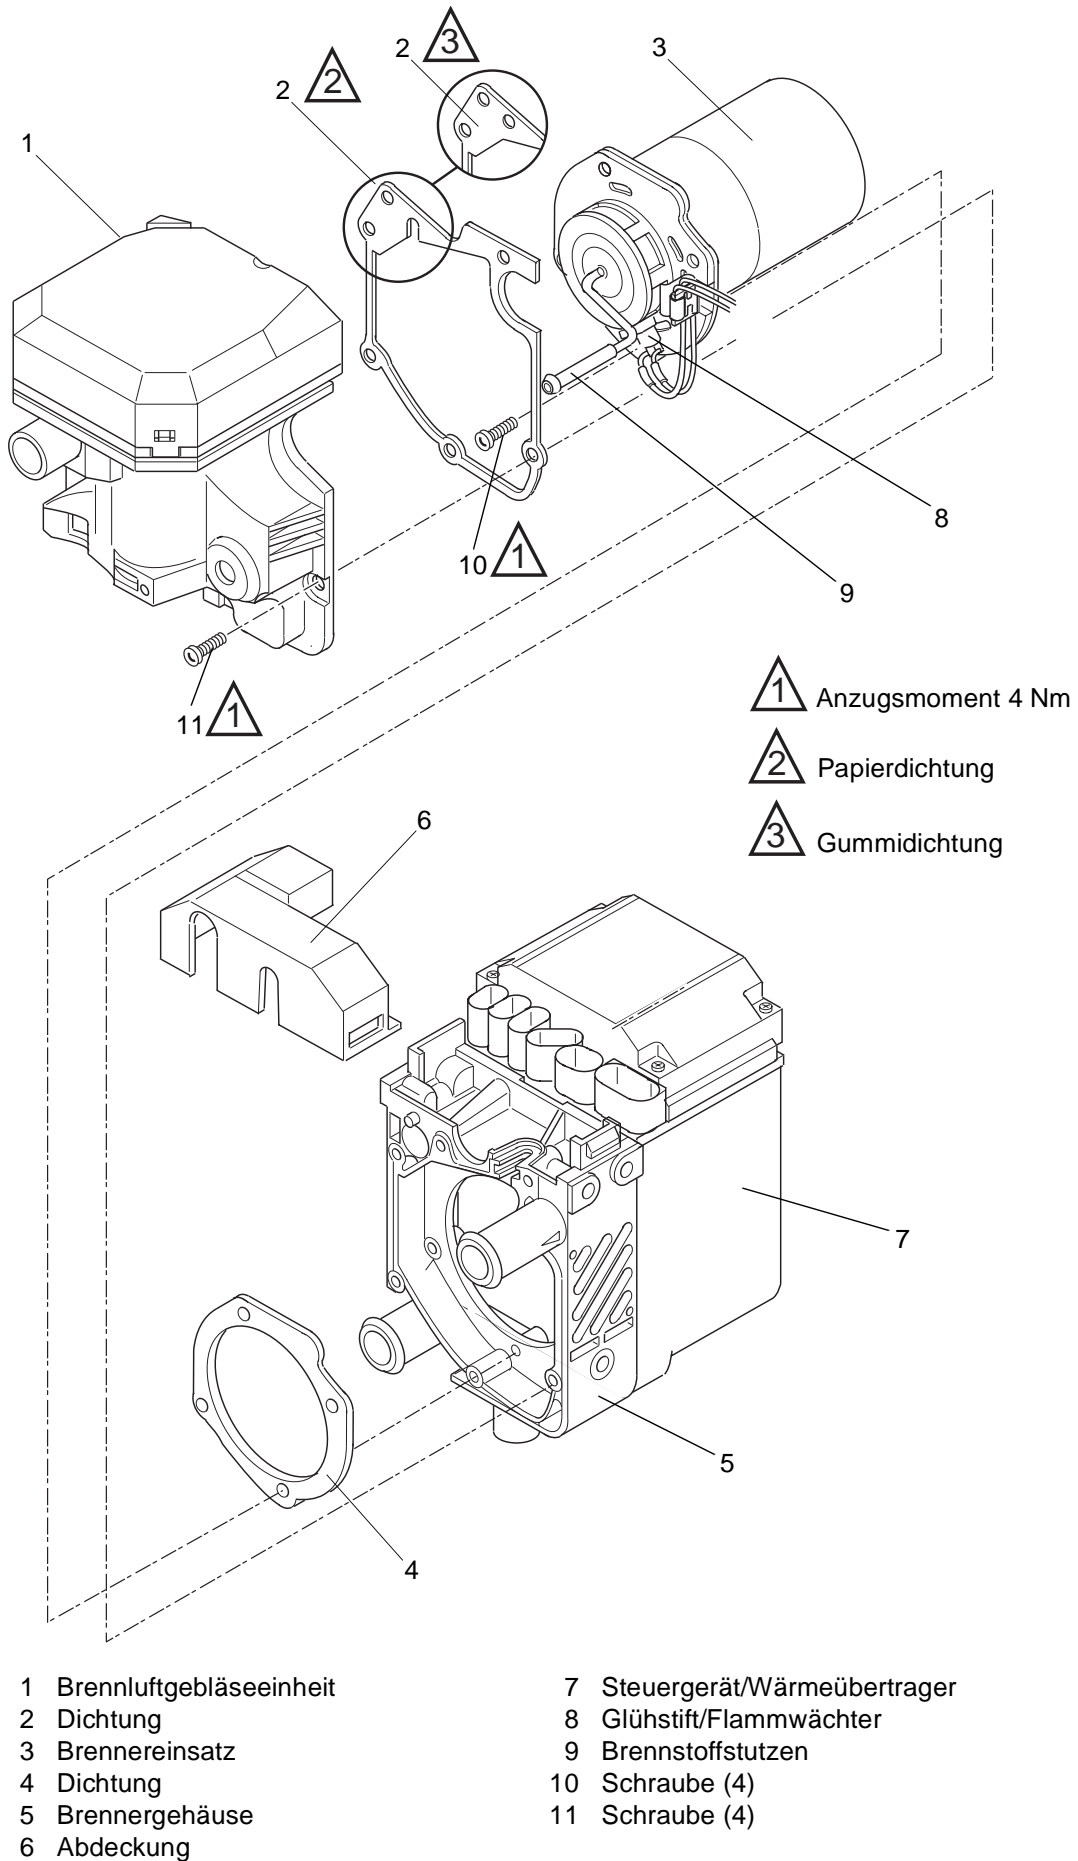

Abb. 902 Zerlegung des Heizgerätes
1. Abdeckung (6, Abb. 902) vorsichtig abhebeln.
3. Schrauben (11) entfernen.
4. Brennluftgebläseeinheit (1) vom Brennergehäuse (5) bzw. Brennstoffstutzen (9) abziehen.
5. Dichtung (2) entfernen und aussondern.
Zur Abdichtung zwischen Brennluftgebläseeinheit und Brennergehäuse sind zwei Dichtungen (2, Abb. 902) verfügbar bzw. im Ersatzteil-Kit enthalten. Eine Papierdichtung und eine Gummidichtung mit Wülsten auf einer Seite, die folgendermaßen zu verwenden sind:
2. Tülle der Kabelführung des Glühstifts/Flammwächters (8, Abb. 902) aus dem Brennergehäuse (5) herausdrücken.
3. Schrauben (10) entfernen.
4. Brenneinsatz (3) mit Glühstift/Flammwächter (8) aus dem Brennergehäuse (5) herausziehen.
5. Dichtung (4) entfernen und aussondern.
4. Brenneinsatz (3) mit Glühstift/Flammwächter (8) aus dem Brennergehäuse (5) herausziehen und entfernen.
1. Neue Dichtung (4, Abb. 902) am Brennergehäuse (5) positionieren.
2. Brenneinsatz (3) in Zusammenbaulage bringen und mit Schrauben (10) befestigen. Schrauben mit $4 \pm 0,4$ Nm anziehen.
3. Tülle der Kabelführung des Glühstifts/Flammwächters in das Brennergehäuse (5) eindrücken.